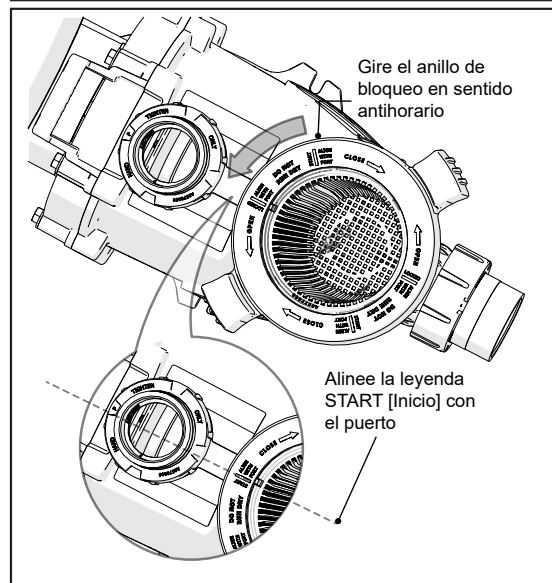

Figura 15. Desconectar el anillo de bloqueo
4. Siga las marcas del anillo de bloqueo y gire el anillo en sentido antihorario hasta que las marcas de "START" (Inicio) se alineen con los puertos. Consulte la Figura 15.